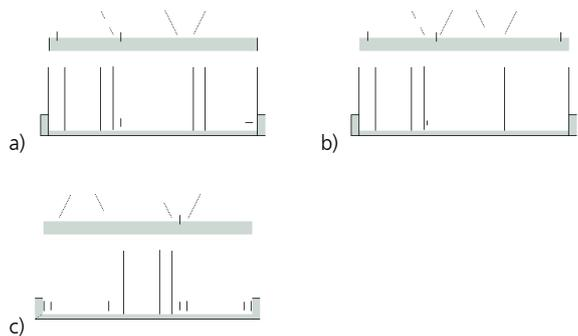

Bild 6. Befestigungsarten
Die Tragfähigkeiten sind ebenfalls abhängig von der Befestigung. Es wird zwischen Normalbefestigung und Sonderbefestigung unterschieden, siehe Bild 6.
- Normalbefestigung: Befestigung mittig im Gurt (Bild 6 a))
- Sonderbefestigung: Befestigung nahe am Steg (Bild 6 b)), oder mittig im Gurt mit Unterlegscheibe (rund oder quadratisch) (Bild 6 c))